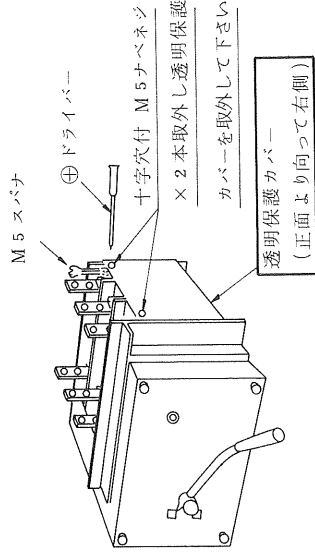

図2 手動及び電動 Uタイプ
4. 図2の如く、十字穴付M5ナベネジ×2本を取外す事により、透明保護カバーを簡単に取外す事が出来ます。